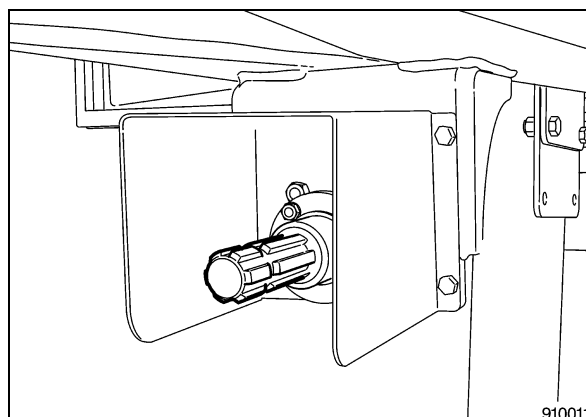

Bild 14
- Traktor- und Gerätezapfwelle (Bild 14) reinigen und einfetten.